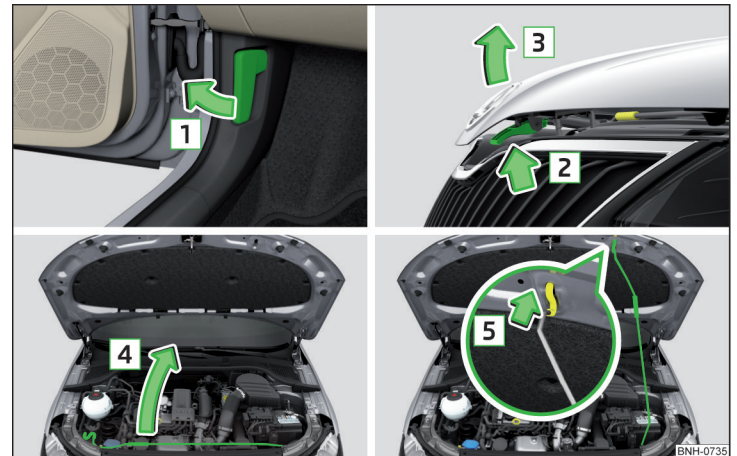

Abb. 231 Motorraumklappe öffnen
- Die Vordertür öffnen und am Entriegelungshebel unterhalb der Schalttafel in Pfeilrichtung **1** ziehen » Abb. 231.